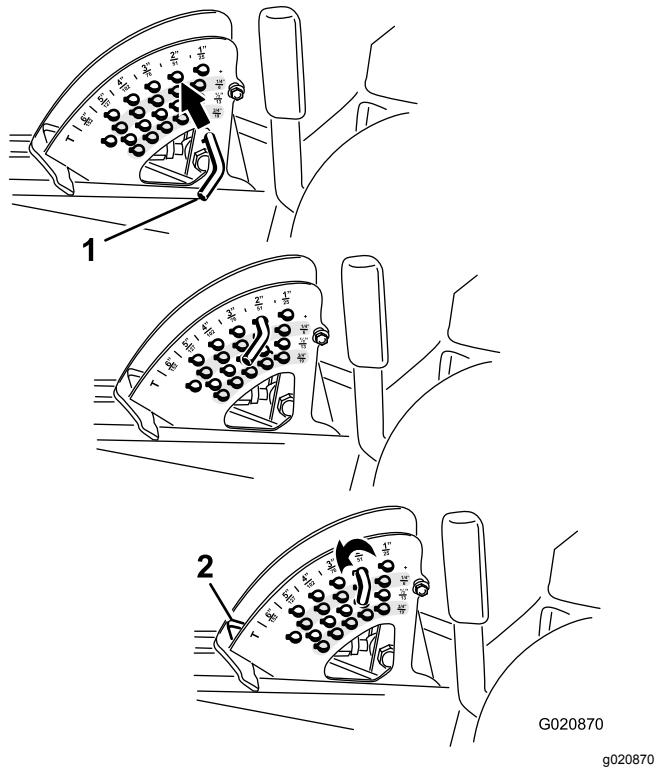

Figura 43
2. Per regolare l'altezza di taglio, girate la spina di arresto fin quando la spina interna non è allineata con gli intagli previsti nei fori della staffa dell'altezza di taglio, e toglietela (Figura 43).
3. Nella staffa dell'altezza di taglio scegliete un foro corrispondente all'altezza di taglio desiderata, inserite la spina e bloccatela per mantenere questa posizione (Figura 43).
**Nota:** Vi sono 4 file di fori di posizionamento (Figura 43). La fila superiore fornisce l'altezza di taglio elencata sopra la spina. La seconda fila fornisce l'altezza elencata più 6 mm. La terza fila fornisce l'altezza elencata più 13 mm. La fila inferiore fornisce l'altezza elencata più 18 mm. La posizione di 15,8 cm ha un solo foro, situato nella seconda fila, che non aggiunge 6 mm alla posizione di 15,8 cm.